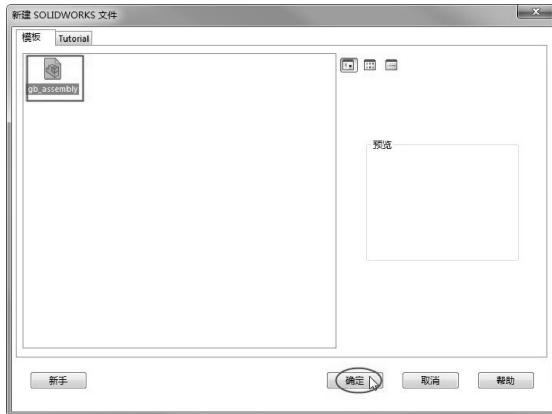

图 5-78 选择 GB 装配体文件
- 06 在随后弹出的【新建 SOLIDWORKS 文件】对话框中，选择 GB 国标的装配体文件，创建装配体环境，如图 5-78 所示。